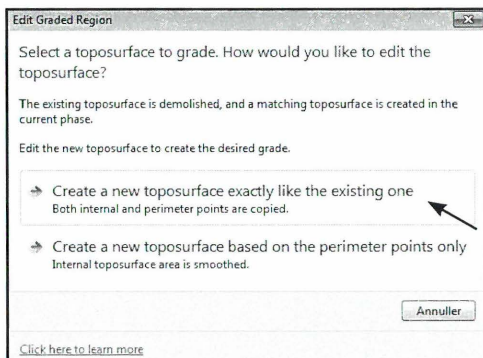

Fig. 10.63. Vælg den øveste for at lave et *Toposurface* der er magen til eksisterende.
- Vælg *Create a new toposurface exactly like the Existing one* (Fig. 10.63).